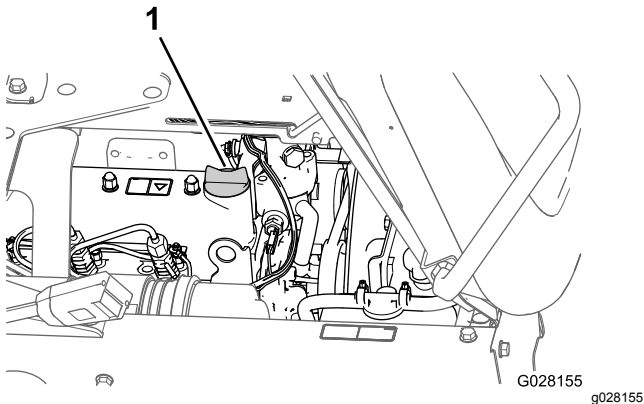

Figura 52
5. Rimuovete il tappo del filtro dell'olio dal collo del bocchettone del coperchio della valvola del motore (Figura 52) e versate lentamente circa l'80% della quantità d'olio specificata nel collo del bocchettone.
8. Montate il tappo di rifornimento sul collo del bocchettone (Figura 52).